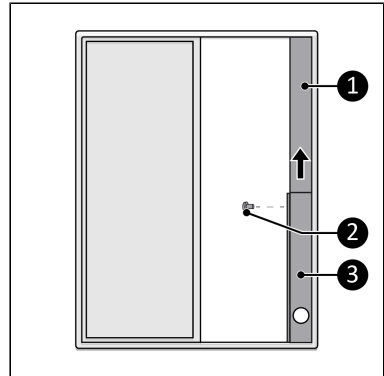

Abbildung 49.
3. Platzieren Sie den mitgelieferten Window Kit-Anschluss in die Öffnung des Fensters (Abbildung 49, Pos. 3).
4. Verwenden Sie das Oberteil (Abbildung 49, Pos. 1), um die Höhe des Fensters anzupassen. Befestigen Sie die beiden Teile mit den mitgelieferten Dübeln (Abbildung 49, Pos. 2).